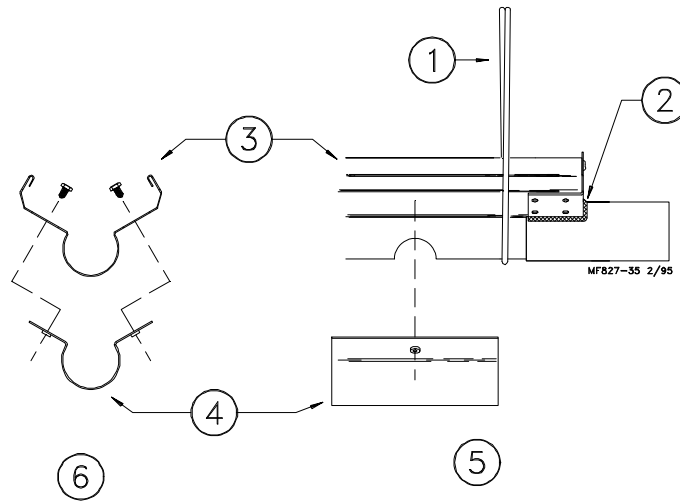

Figura 25. Instalación de la tapa para limpiar (vista lateral y vista del final según lo indicado)
12. Instalar el agujero para limpiar antes de cada grupo de codos. Ver la Figura 25.
Instalar una tapa para limpiar encima del agujero y sujetarla con herrajes de 10-24 provistos en el juego de la tapa para limpiar. Ver la Figura 25.